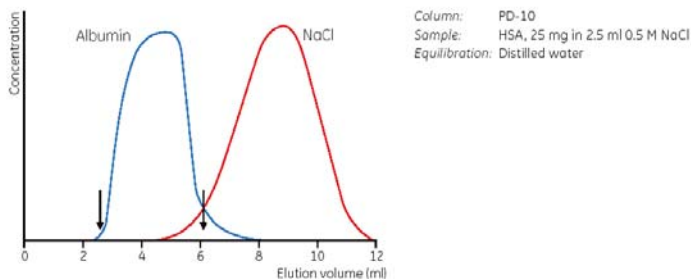

图87：从白蛋白溶液中去掉氯化钠。PD-10脱盐柱用蒸馏水平衡。样品中含有人血清白蛋白（25mg）溶于2.5ml 0.5M的氯化钠溶液中。共有23.8mg白蛋白在3.5ml洗脱物中被回收，相应的产率为95.3%（箭头之间）。脱盐之前样品中起始的盐总量为2.0%。
5. 用3.5ml的缓冲液洗脱并收集流出液。典型的分离过程见图87所示。